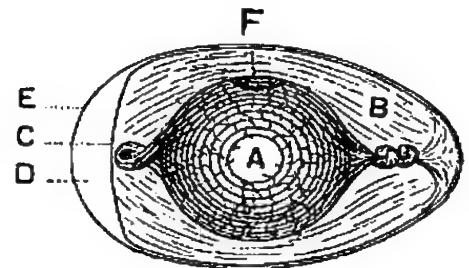

Fig. 204. — Coupe d'un œuf de poule : A, jaune ou vitellus; B, blanc ou albumine; C, membrane coquillière; D, chambre à air; E, coquille; F, germe.
**4. Œuf.** — L'œuf (fig. 204) est formé d'une *coque calcaire*, de *blanc* et de *jaune*.